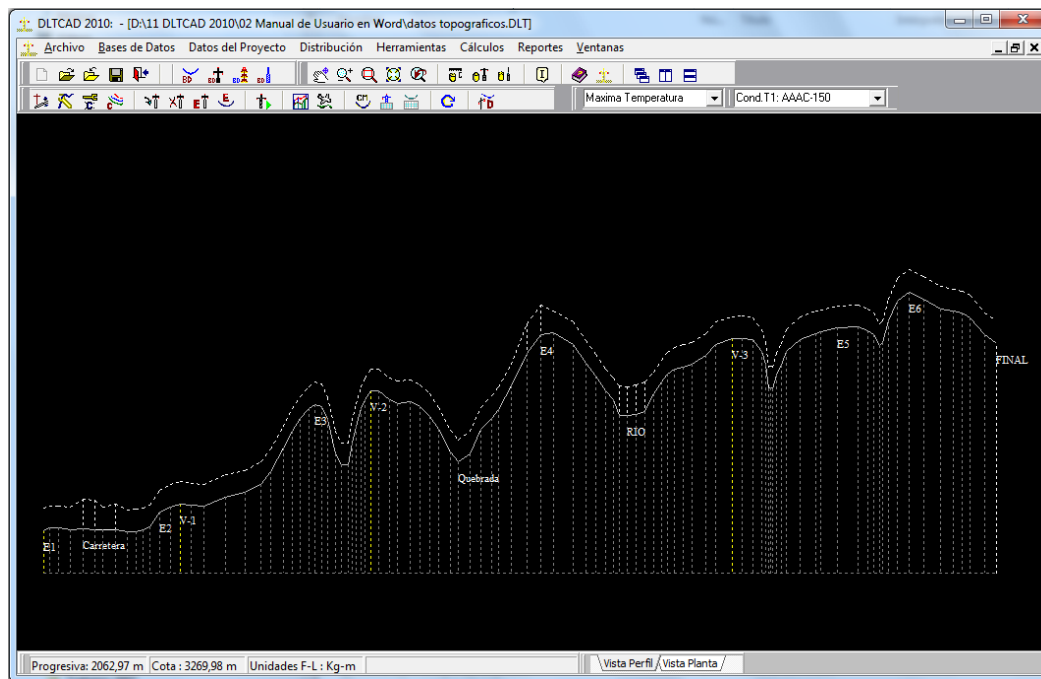

Fig. 06
4. Finalmente se muestra el gráfico del perfil topográfico de los datos cargados (Ver Fig. 06).